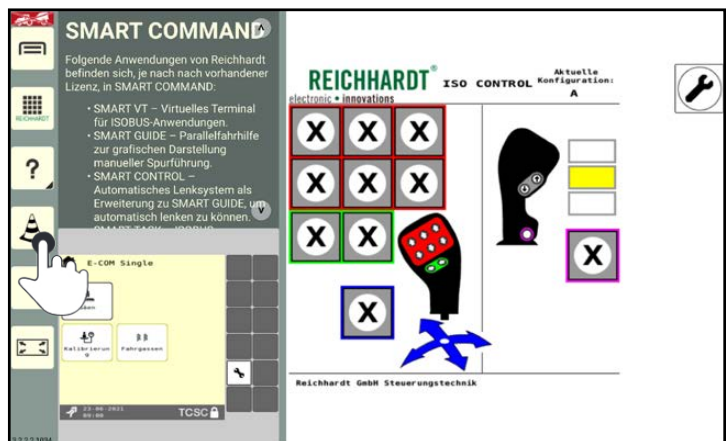

Abb. 80: Anwendung gedrückt halten
1. Halten Sie eine Anwendung in der Anwendungs-Übersicht oder auf einer Schnellwahltafel der Seitenleiste gedrückt (siehe Abb. 80).